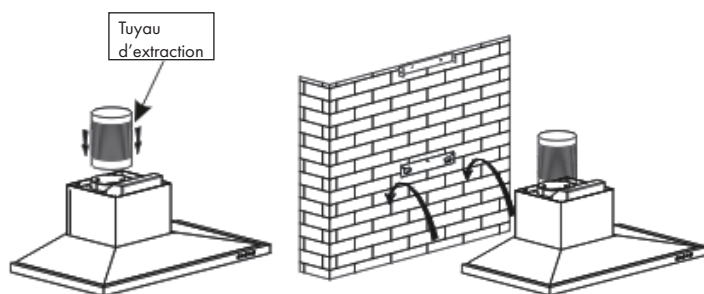

Figure 2
4. Montez le tuyau d'extraction, fixez-le à l'aide de serre-câbles et accrochez la hotte à l'ancrage (voir figure 2).